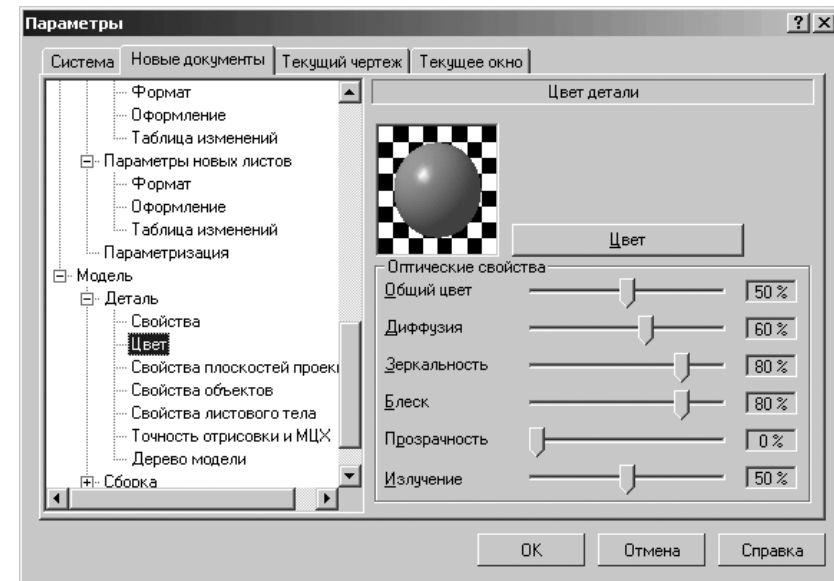

Рис. 10.92. Диалоговое окно **Параметры** с открытой вкладкой **Новые документы** и панелью **Цвет детали**
- щелкните в списке настраиваемых элементов **Деталь** по пункту **Цвет**. В правой части появится панель **Цвет детали**, показанная на рис. 10.92;